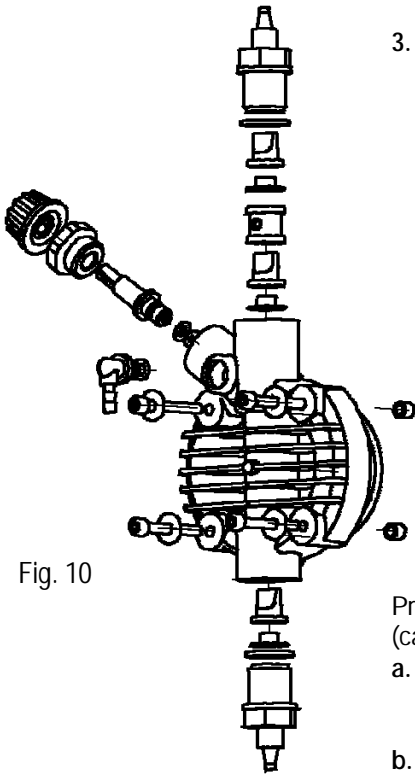

Fig. 10
3. Eliminare dal corpo pompa tutto il liquido presente, smontando e rimontando il corpo pompa utilizzando le quattro viti di fissaggio, coppia di serraggio 180÷200 Nxcm (Fig. 10).
2. Controllare almeno ogni 6 mesi il funzionamento della pompa, la tenuta delle viti e delle guarnizioni, per liquidi particolarmente aggressivi effettuare controlli anche più frequenti, controllare in particolare la concentrazione dell'additivo nell'impianto; una riduzione di tale concentrazione potrebbe essere determinata dalla usura delle valvole (che in tal caso vanno sostituite facendo attenzione nel rimontarle come in Fig. 10) o dall'intasamento del filtro che va pulito come al successivo punto 3.
Per effettuare questa operazione, se l'apparecchiatura non è fissata all'impianto si può farla pulsare per pochi secondi (15-30) tenendola capovolta e senza tubetti collegati ai raccordi, se ciò è impossibile smontare e rimontare il corpo pompa (Fig. 10), attraverso quattro viti di fissaggio.
Data la robustezza del sistema, guasti meccanici veri e propri non se ne verificano. Talvolta possono verificarsi perdite di liquido da qualche raccordo o ghiera fissatubo allentati, o più semplicemente dalla rottura del tubetto di mandata. Raramente eventuali perdite potrebbero essere determinate dalla rottura della membrana o dall'usura della guarnizione di tenuta della membrana stessa. Questi componenti in tal caso vanno sostituiti smontando le quattro viti del corpo pompa (Fig. 10), rimontando tali viti, serrarle in modo uniforme con un valore di coppia massima di serraggio raccomandata di 180÷200 NxcM. Una volta eliminata la perdita, occorre pulire la pompa dosatrice da eventuali residui di additivo che ristagnando potrebbero aggredire chimicamente la cassa della pompa.
① - LA POMPA DOSATRICE DA IMPULSI MA NON IMMETTE ADDITIVO NELL'IMPIANTO
- a. Smontare le valvole di aspirazione e mandata, pulirle e rimontarle nella stessa posizione (Fig. 10). Nel caso in cui si riscontrasse un rigonfiamento di dette valvole, verificare sull'apposita tabella la compatibilità dell'additivo con il tipo di valvola montata sulla pompa (valvola standard in Viton® o altro elastomero compatibile; su richiesta sono disponibili le valvole a sfera).